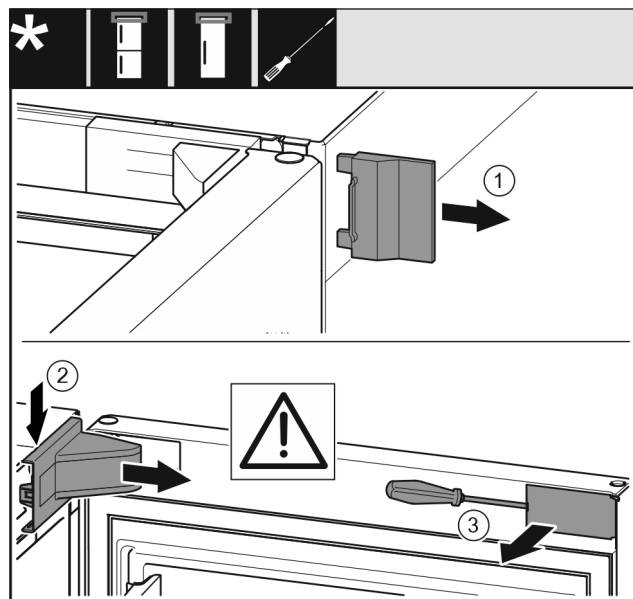

Fig. 10
- ▶ Зніміть зовнішню кришку Fig. 10 (1).
- ▶ Від'єднайте та зніміть кришку опорного кронштейна Fig. 10 (2).
- ▶ За допомогою шлицьової викрутки звільніть від фіксатора та поверніть убік накладку Fig. 10 (3).